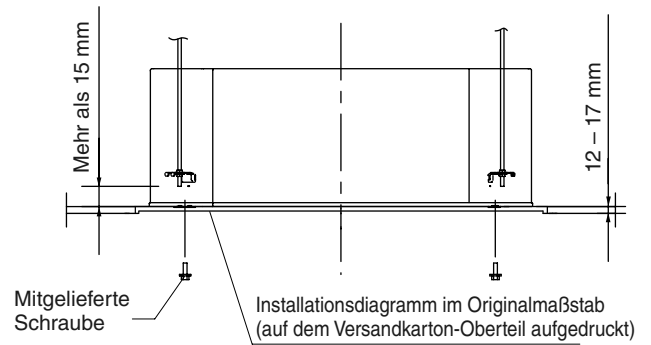

Abb. 3-35
(1) Wenn die Einheit im Innern der Decke positioniert werden soll, muss zuerst der Neigungswinkel der Hängeanker anhand der mitgelieferten maßstäblichen Einbauzeichnung bestimmt werden. (Abb. 3-35)
(2) Die Länge der Hängeanker muss so gewählt werden, dass zwischen der Unterkante des Ankers und der Unterseite der Einheit ein Abstand von mehr als 15 mm vorhanden ist, wie in Abb. 3-35 gezeigt.